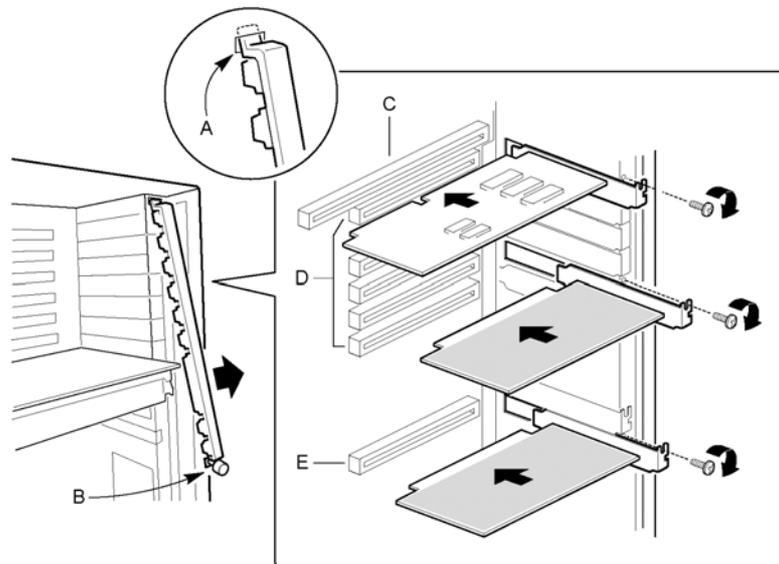

图 3-13. 安装附加卡
5. 拆下固定夹螺钉，保存（图 3-13 中的 B）；
6. 旋转固定夹，使其扣位（图 3-13 中的 A）从卡槽中脱离，拆下固定夹；